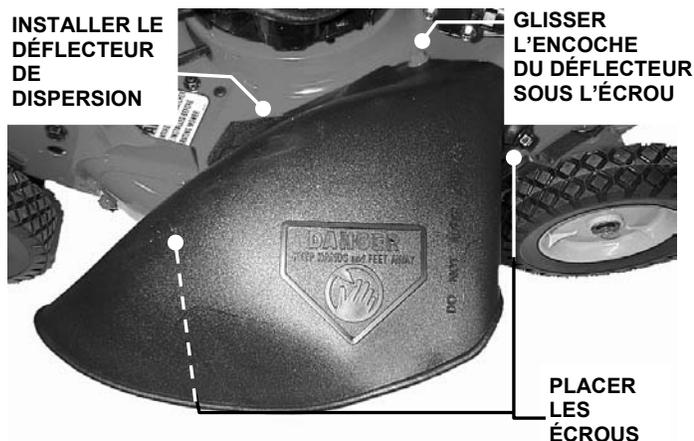

FIGURE 2.13
2. Installez le déflecteur de dispersion et fixez-le sur la plate-forme en utilisant la visserie démontée à l'étape précédente Étape 1. L'encoche sur le bord avant du déflecteur doit être sous l'écrou comme illustré, et les deux boulons doivent dépasser des trous dans le côté du déflecteur (voir figure 2.13).